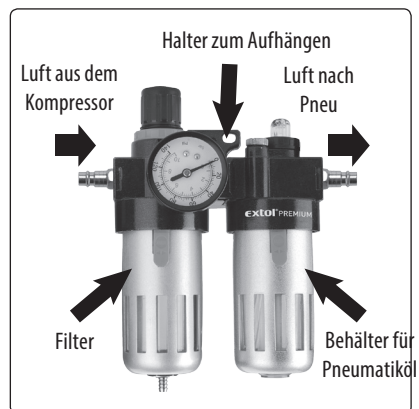

Abb. 10, Beschreibung der Aufbereitungsanlage Extol® 8865105
2. Schließen Sie an den Eingang der Aufbereitungsanlage über einen Schlauch die Luft aus dem Kompressor an. Schließen Sie an den Ausgang der Aufbereitungsanlage einen Luftschauch an und diesen an den Lufteingang der Schleifmaschine, siehe Abb. 10.